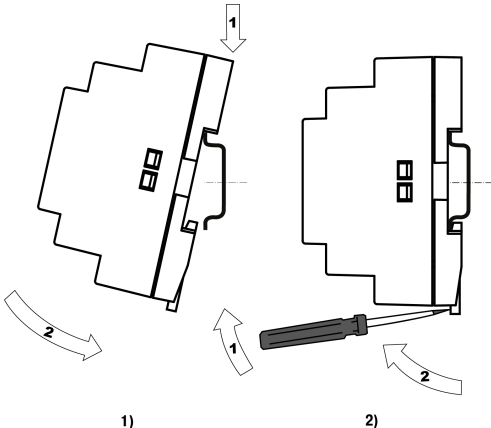

Рисунок 7 – Монтаж (1) и демонтаж (2) прибора
3. С усилием придавить прибор к DIN-рейке в направлении, показанном стрелкой, до фиксации защелки (см. *рисунок 7*).
Для демонтажа прибора следует (см. *рисунок 7*):